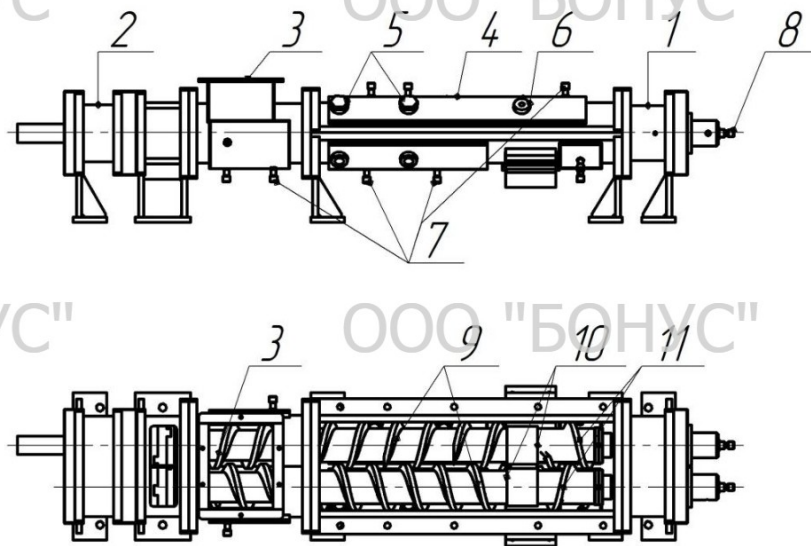

Рис. 5
4.5. Охлаждающая машина (далее - ОМ) (рис.5) предназначена для охлаждения регенерированной крошки с температуры 130-250°С до 70°С с расчётной производительностью до 350 кг/час. ОМ представляет шнековый агрегат состоящий из подшипникового узла 1, подшипникового узла 2 с гитарой зубчатых колес, загрузочной камеры 3, съёмной крышки смесительной камеры 4, смесительных болтов 5, штуцеров под термопары 6, штуцеров подвода и отвода охлаждающей воды 7, ввода и вывода воды для охлаждения валов 8, смесительных шнеков 9, выгрузных валков 10, обратных шнековых втулок 11. Получаемый в ДД регенерат поступает на шнеки 9 которые перемещают